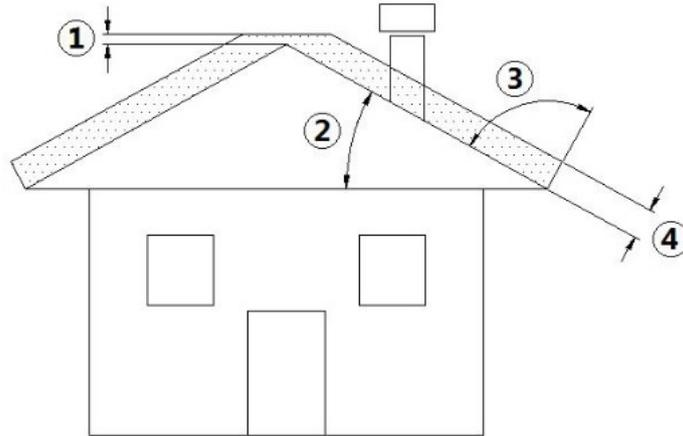

Fig. 2 - Geneigtes Dach
LEGENDE Fig. 2 auf S. 8
- Die Höhe des Auslasses in die Atmosphäre muss außerhalb des Rückflussbereichs liegen, der durch die Form des Daches oder durch Hindernisse hervorgerufen wird, die sich in unmittelbarer Nähe befinden (siehe **Fig. 2 auf S. 8**).